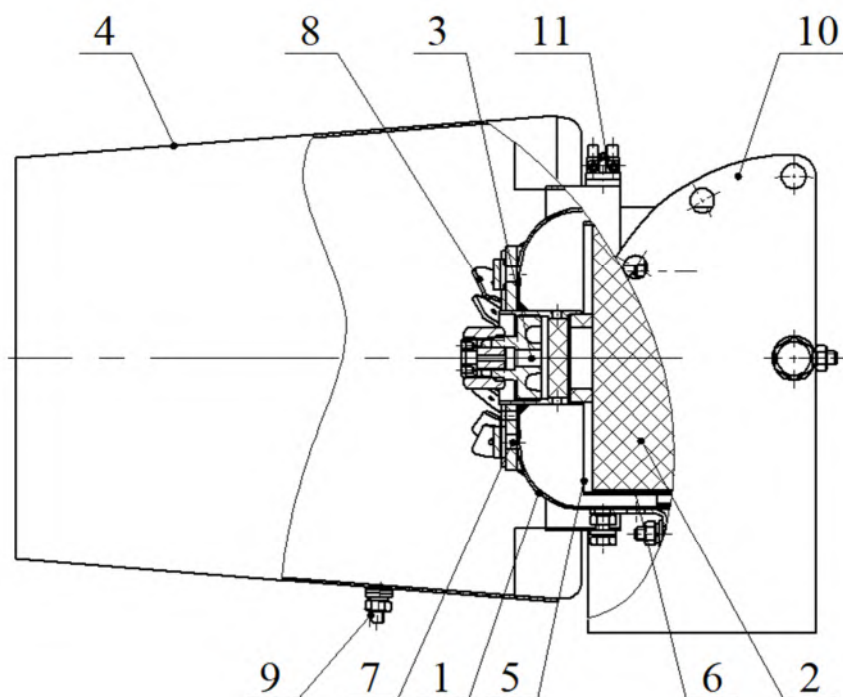
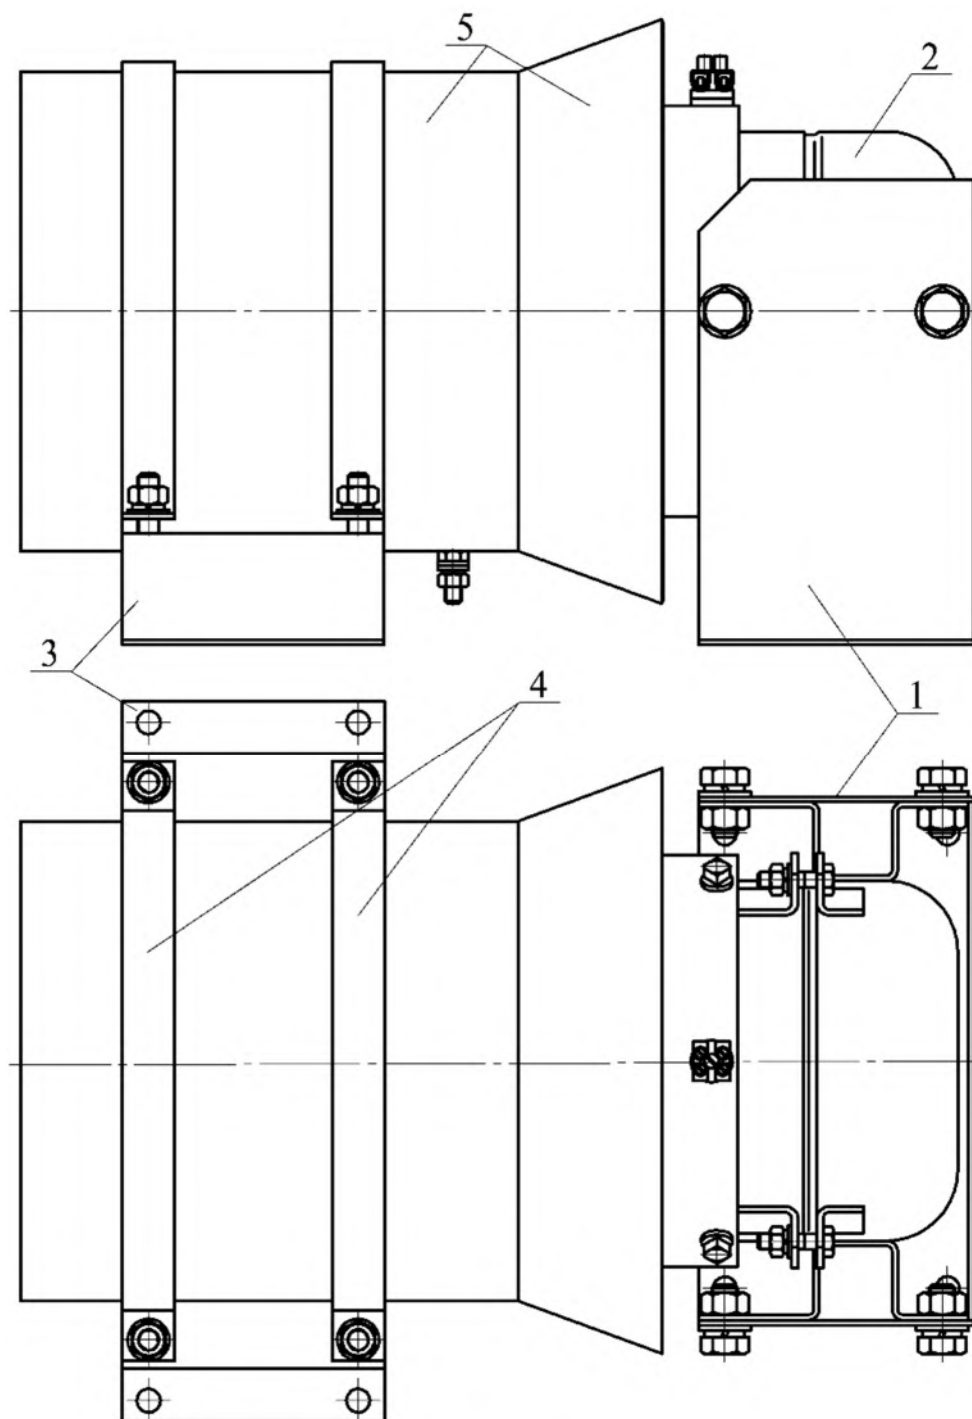

Рисунок 1
Рисунок 2
4.1 ГОА, предназначенный для эксплуатации на стационарных объектах, (см. рисунок 1) состоит из корпуса **1**, в котором размещены аэрозолеобразующий заряд **2** с элементом электропусковым **3**, и эжектора **4**. Аэрозолеобразующий заряд **2** установлен в цилиндрический корпус **5**, коаксиально расположенный относительно корпуса **1**, при этом аэрозолеобразующий заряд отделен от корпуса **5** теплозащитным покрытием **6** из термостойкого эластичного материала, обеспечивающего компенсацию воздействия вибрации на аэрозолеобразующий заряд **2**. В передней части корпуса **1** выполнены сопловые отверстия **7** и завихрители **8**, предназначенные для выхода огнетушащего аэрозоля вовнутрь эжектора **4**. Генератор имеет заземляющий зажим **9**. ГОА снабжен кронштейном **10**, обеспечивающим поворот генератора на необходимый угол при креплении его к потолку, стене, полу или любой наклонной несущей поверхности. Для соединения проводов элемента электропускового **3** с пусковой цепью установки пожаротушения на корпусе **1** закреплена соединительная коробка (зажим контактный винтовой) **11**.
4.2 ГОА, прошедший испытания с положительным результатом для групп механического воздействия М25, М31 (см. рисунок 2) конструктивно практически не отличается от генератора по рисунку 1 за исключением кронштейна для его крепления к несущей поверхности. ГОА снабжен кронштейном 1, предназначенным для крепления корпуса 2, и кронштейном 3, к которому при помощи 2-х хомутов 4 поджат эжектор 5. Для компенсации воздействия вибрации на корпус и эжектор генератора контактная с несущей поверхностью, предназначенной для крепления ГОА, нижняя плоскость опоры кронштейна 1 и контактные с эжектором поверхности кронштейна 3 и хомутов 4 оснащены резиновыми прокладками.
4.4.1 После подачи электрического импульса на выводы элемента электропускового 3 (см. рисунок 1) инициируется аэрозолеобразующий заряд 2. Огнетушащий аэрозоль через сопловые отверстия 7 и эжектор 4 поступает в зону горения, в которой благодаря очень малому размеру частиц длительное время находится во взвешенном состоянии, сохраняя свою огнетушащую и флегматизирующую способность.
6.2 Закрепить кронштейн **10** (см. рисунок 1) или кронштейны **1, 3** (см. рисунок 2) на стене, потолке, полу или иной несущей плоскости, расположенной под любым углом относительно поверхности пола. Координаты отверстий для крепления ГОА, предназначенного для эксплуатации на стационарных объектах, показаны на рисунке 3, для крепления ГОА, предназначенного для эксплуатации на транспортных средствах – на рисунке 4.
6.3 Соединить корпус ГОА **1** (см. рисунок 1) с эжектором **4** и закрепить соединение болтами М6.
6.4 ГОА, предназначенный для эксплуатации на стационарных объектах, выставить в кронштейне **10** (см. рисунок 1) под заданным углом, определенным направлением оси эжектора к защищаемому объекту, и закрепить соединение болтами М10. ГОА, предназначенный для эксплуатации на транспортных средствах, установить в кронштейн **1** (см. рисунок 2) и закрепить соединение болтами М10, в кронштейне **3** при помощи хомутов **4** дополнительно закрепить эжектор. Ориентация ГОА в защищаемом объеме может быть любой.